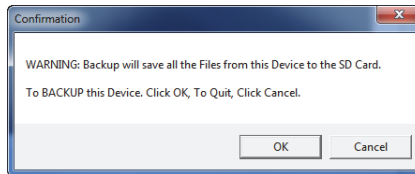

Figure 7-26 Boîte de dialogue Confirmation pour confirmer le lancement de la sauvegarde
4. Lorsque la boîte de dialogue **Confirmation** apparaît (voir la Figure 7-26 à la page 222), cliquez sur **OK** pour lancer le processus de sauvegarde.